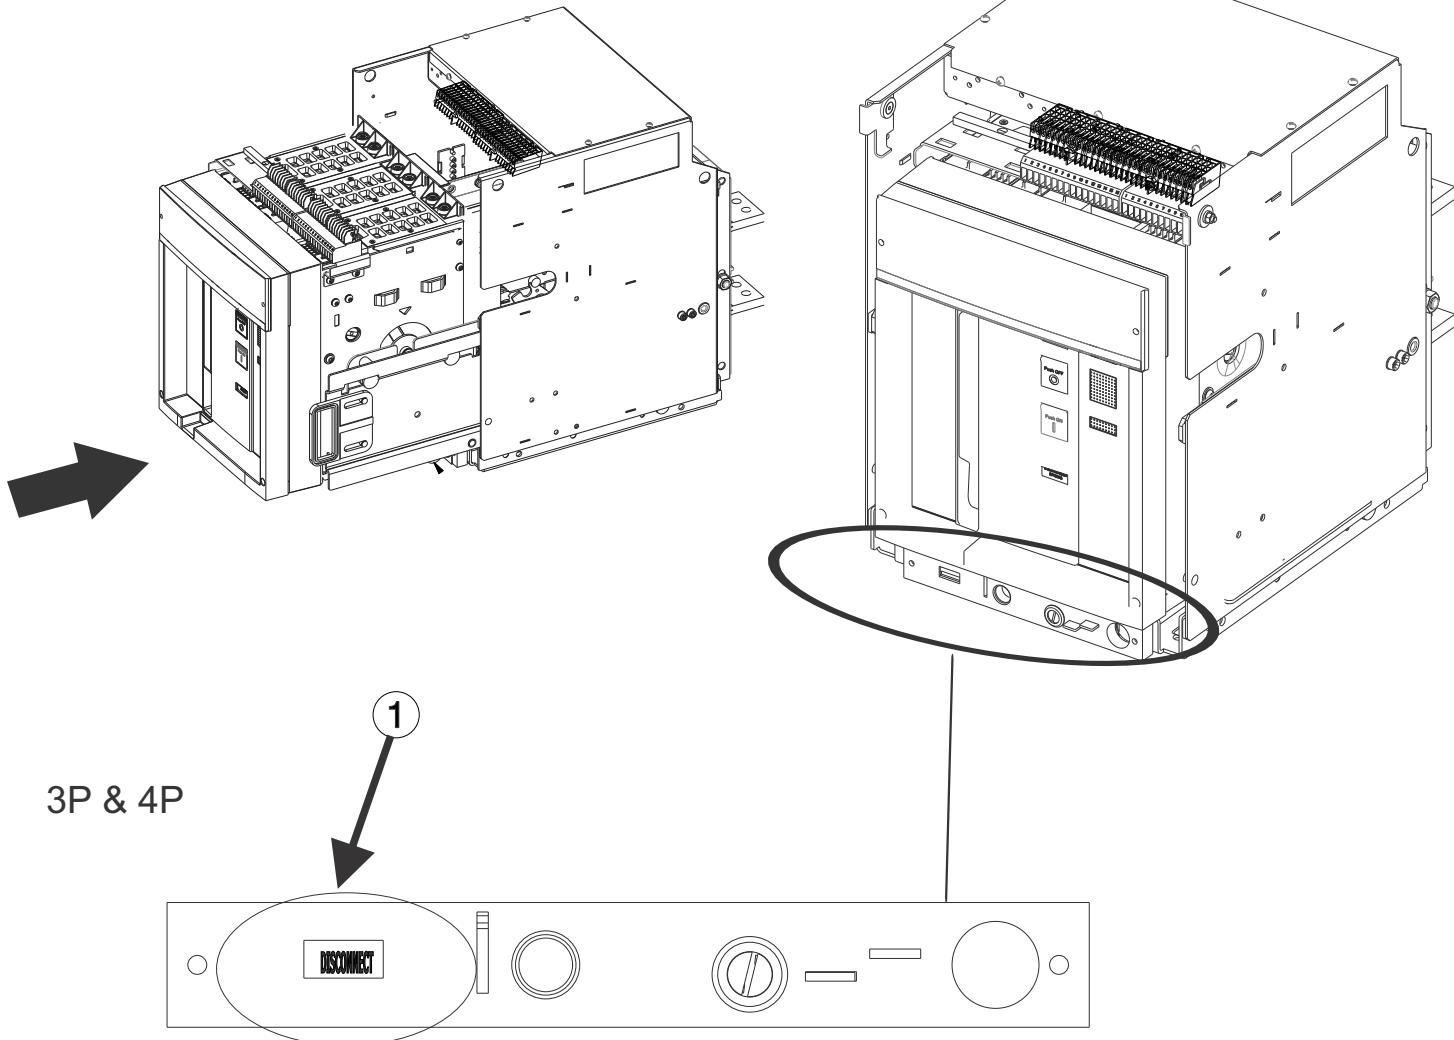

Fig. 30
In questa posizione la porta della cella può essere chiusa e l'interruttore può essere manovrato manualmente (fig. 30).
Push the moving part through to the stop point in the «disconnected» position (1). In this position, the compartment door can be closed and the circuit-breaker operated in the manual mode (fig. 30).
Den beweglichen Teil bis zum Anschlag in der Position «disconnected» (1) schieben. In dieser Position kann die Schaltfeldtür geschlossen und der Leistungsschalter von Hand geschaltet werden (Abb. 30).
Pousser la partie mobile jusqu'en butée dans la position de «disconnected» (1). Dans cette position la porte du compartiment peut être fermé et le disjoncteur peut être manœuvré manuellement (fig. 30).
Empujar la parte móvil hasta el bloqueo en la posición de «disconnected» (1). En esta posición resulta posible cerrar la puerta de la celda y maniobrar el interruptor manualmente (fig. 30).